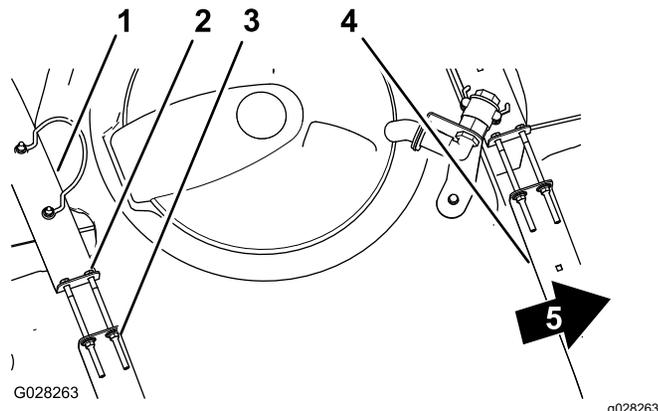

图 20
2. 检查药缸箍带与药缸之间是否有任何活动图 20。
3. 如果药缸箍带与药缸之间有松动应拧紧箍带顶部的凸缘锁紧螺母和螺栓直到箍带与药缸表面齐平图 20。